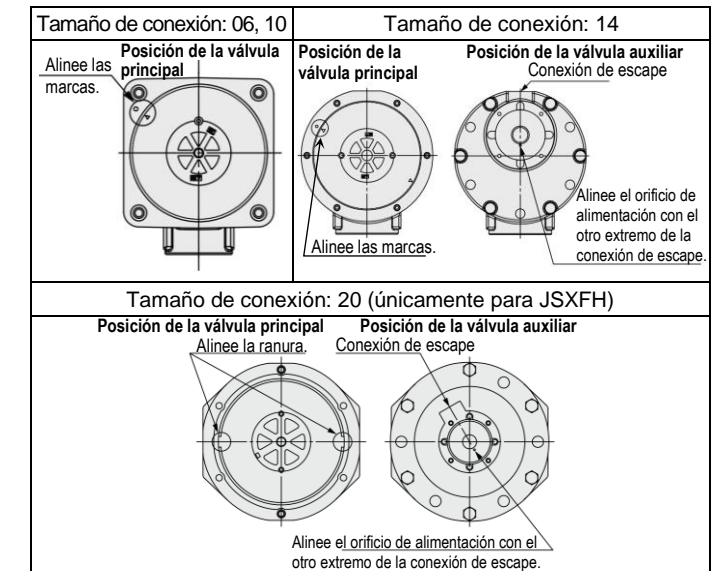

Figura 10.
- Monte la válvula principal (válvula auxiliar) en el cuerpo, conforme a la orientación de montaje mostrada en la Figura 10. Un montaje incorrecto causará errores de funcionamiento del producto.